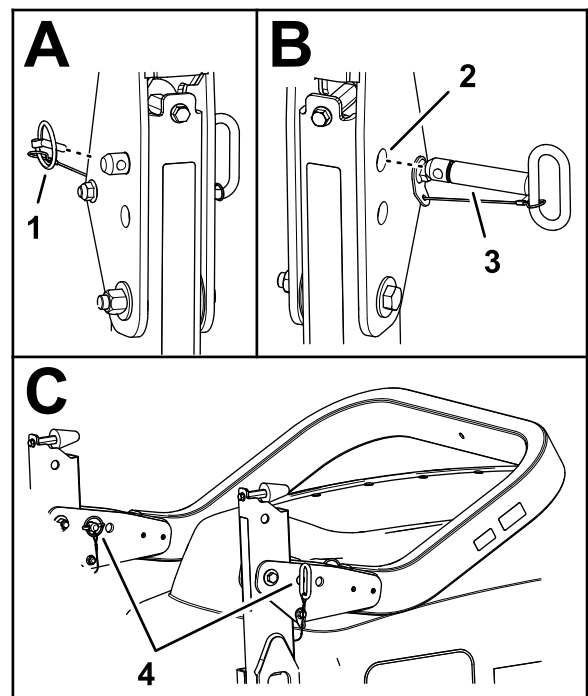

Bild 62
2. Entfernen Sie die Klappstecker, mit denen die Überrollbügelstifte auf beiden Seiten des Überrollbügels befestigt sind (Bild 62).